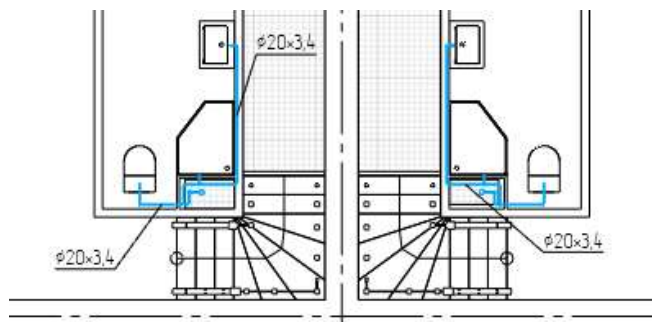

Рисунок 9.3 – Установка маркеров труб
3. Укажите точки вставки маркера на чертеже, на горизонтальных участках труб, см. рис. 9.3.